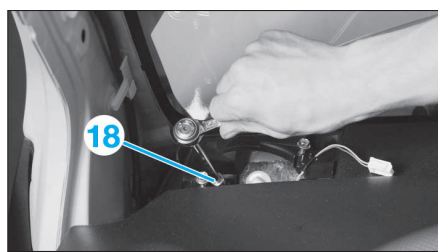

FIG. 50
- Déposer de chaque côté, à l'emplacement des haut-parleurs, la vis de fixation (18) (Fig.50 et 51).